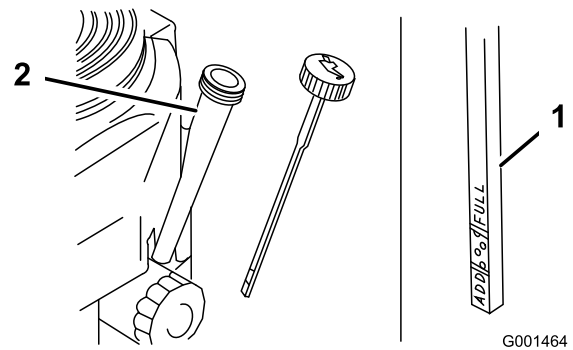

Figure 23
4. Nettoyez la surface autour de la jauge d'huile (Figure 23) pour éviter que des impuretés ne s'introduisent dans le goulot de remplissage, ce qui risquerait d'endommager le moteur.
5. Retirez la jauge d'huile et essuyez soigneusement son extrémité (Figure 23).
6. Remettez la jauge au fond du tube de remplissage, mais sans la visser (Figure 23).
9. Versez avec précaution environ 80% de la quantité d'huile spécifiée dans le goulot de remplissage (Figure 23)